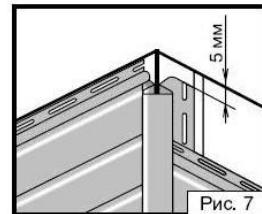

Рис. 7
- Наружный угол используется для крепления сайдинга на внешних углах здания (рис. 7,8).